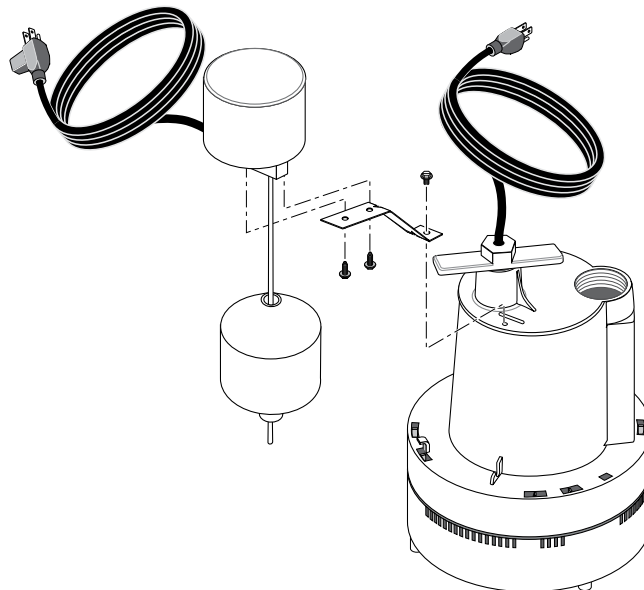

Figura 2 – Cómo reemplazar el interruptor del flotador vertical
1. Monte el soporte en la caja del interruptor con los tornillos del soporte de montaje. Ver figura 2.